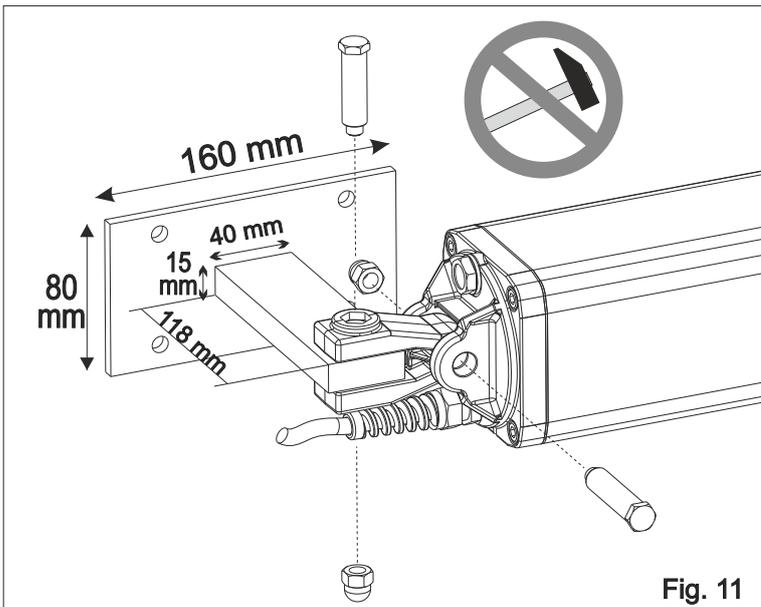

Fig. 11
-Die Schwinggabel wie in Abb. 11 befestigen.